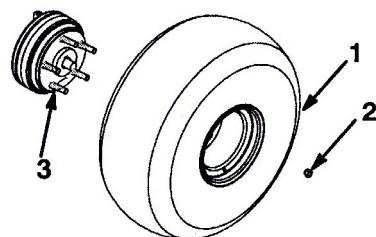

図2
3. 取り外したネジ類を使ってホイールを取り付け、45～66 ft-lb (6.2～9.0 kg.m) にトルク締めする (図2)。